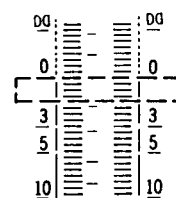

Abb. 11
5. Den Drehwiderstand 703 (linker Kanal) {Drehwiderstand 704 (rechter Kanal)} so justieren, daß der 0 dB-Segmentteil halb beleuchtet ist. (Siehe Abb. 11)